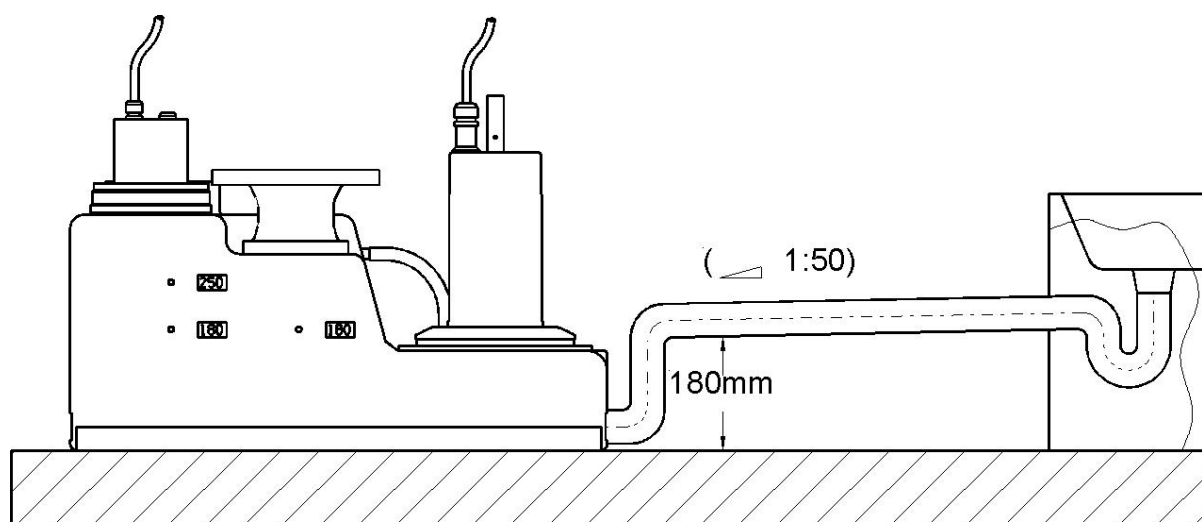

Bild 7b
- Desweiteren besitzt die Anlage zwei **DN40-Anschluss**möglichkeiten. Ein Anschluss ist auf dem Dach des Behälters angebracht. Der zweite befindet sich auf der Stirnseite tief. Letzterer ist vorzugsweise für den festen Anschluss einer Entleerungspumpe (Handmembranpumpe) vorgesehen. Soll er als Zulaufanschluss dienen, ist die Zulaufleitung als Schleife direkt am Behälter auszubilden mit einer Sohlenhöhe von mind. 180 mm, um einen Rückfluss in die Rohrleitung und die angeschlossenen Abflussgegenstände zu verhindern (Bild 7b). Physikalisch bedingt kann es allerdings am tiefen Zulaufanschluss DN40 zu reduziertem Ablaufverhalten kommen, es ist deshalb immer eine direkte Einbindung von DN40-Abflüssen in die Hauptabfluss-Leitung DN100 in Höhe 180mm zu bevorzugen.